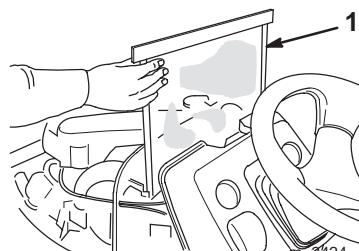

Bild 9
4. Ziehen Sie das Kühlergitter (Bild 9) aus den Halteschlitzten zwischen dem Kühler und dem Armaturenbrett der Zugmaschine hoch.